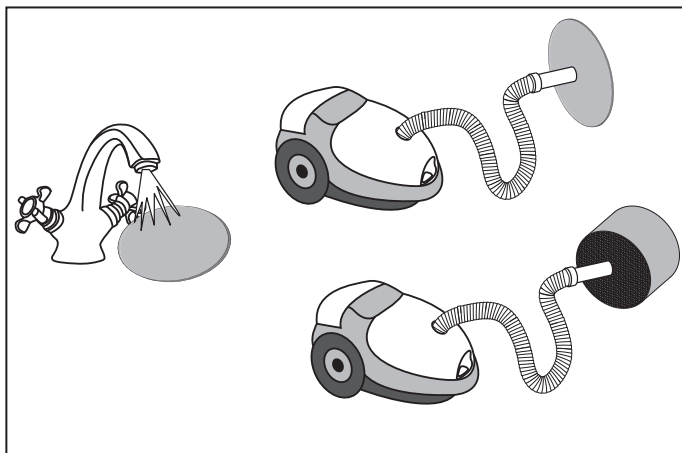

Рис. 25. Очистка фильтров и регенератора
- Чистку фильтров проводить по мере их загрязнения, но не реже одного раза в 3 месяца. По истечении 90 дней эксплуатации установка подает звуковой сигнал, напоминающий о замене или очистке фильтра, который повторяется через каждые 5 минут, после чего необходимо выключить установку и произвести очистку или замену фильтров. Для очистки фильтров промойте их водой (см. Рис. 25) или воспользуйтесь пылесосом (см. Рис. 25), затем сухие фильтры установите в телескопический канал. Для приобретения новых фильтров обратитесь к продавцу.